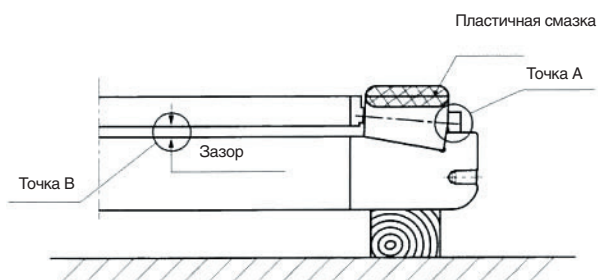

Рис. 3.38
- (2) После нанесения требуемого количества пластичной смазки на периферию сепаратора с меткой А и его ролики, аккуратно опустите их на наружное кольцо. Проверьте направление сепаратора, убедившись в том, что сепаратор контактирует с наружным кольцом в точке А и имеется зазор между ними в точке В, как это показано на **рис. 3.38**.